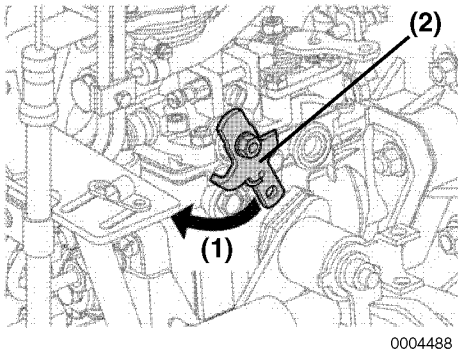

Figure 6
Se non si può spegnere il motore tramite il pulsante di arresto sul pannello, spostare manualmente la leva di arresto **(Figure 6, (2))** verso sinistra **(Figure 6, (1))** per fermare il motore. La leva è fissata sulla pompa di iniezione del carburante.